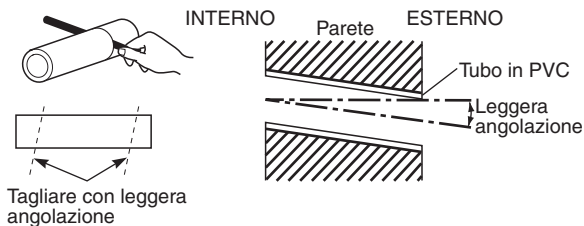

Fig. 3-21
- Misurare lo spessore della parete dall'interno all'esterno e tagliare un tubo in PVC con una leggera angolazione in modo che si inserisca bene. Inserire il tubo in PVC nel muro. (Fig. 3-21)